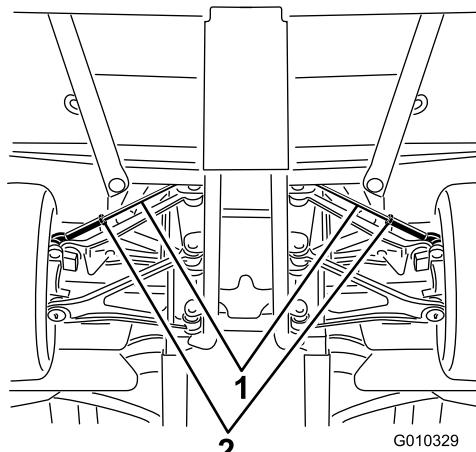

Figura 57
- A. Allentate il controdado al centro del tirante (Figura 57).